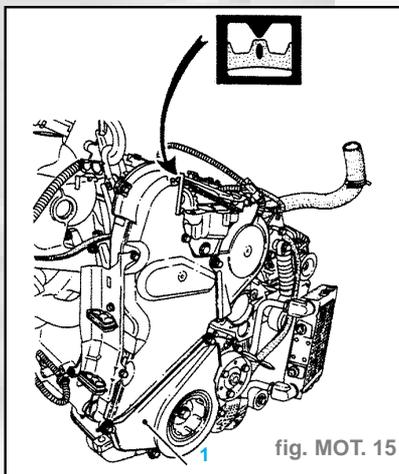

fig. MOT. 15
- Faire tourner le vilebrequin pour aligner le repère de distribution dans la fenêtre de calage (fig. MOT. 15).